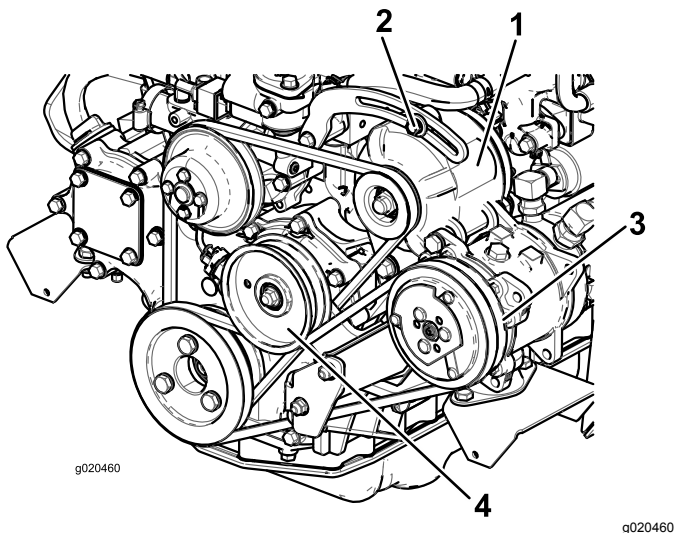

Bild 101
Lockern Sie bei einer Durchbiegung von mehr oder weniger als 10 mm die Befestigungsschrauben der Lichtmaschine (Bild 101).
Prüfen Sie den Zustand und die Spannung des Riemens (Bild 101) alle 100 Betriebsstunden.
2. Lockern Sie bei einer Durchbiegung von mehr oder weniger als 10 mm die Befestigungsschraube der Spannscheibe (Bild 101). Erhöhen oder reduzieren Sie die Spannung der Kompressor-Riemenspannung und ziehen Sie die Schraube fest. Prüfen Sie die Riemenspannung noch einmal auf korrekte Einstellung.